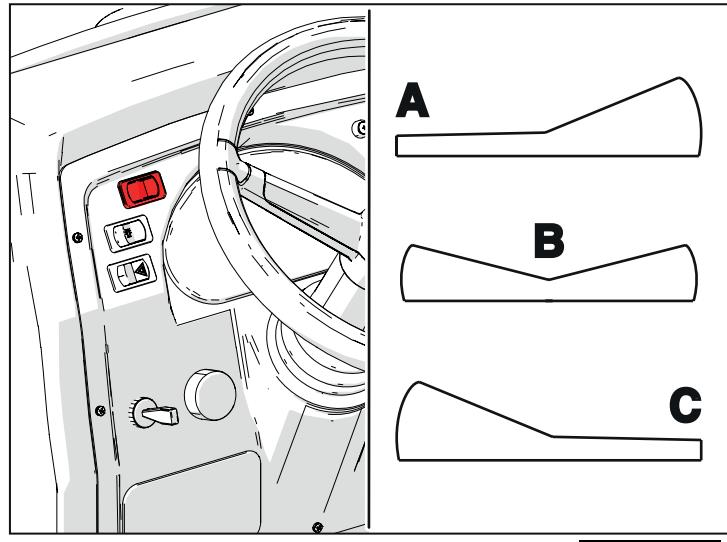

Abb. 5.13
Startet die Regeneration an einem nicht sicheren Ort, kann sie gehemmt werden. Hierzu den entsprechenden Schalter auf die Position (C) stellen (siehe Abbildung 5.13). Wenn die Regeneration gehemmt ist, sofern festgelegt, leuchtet die Kontrollleuchte (2) am LC-Display.